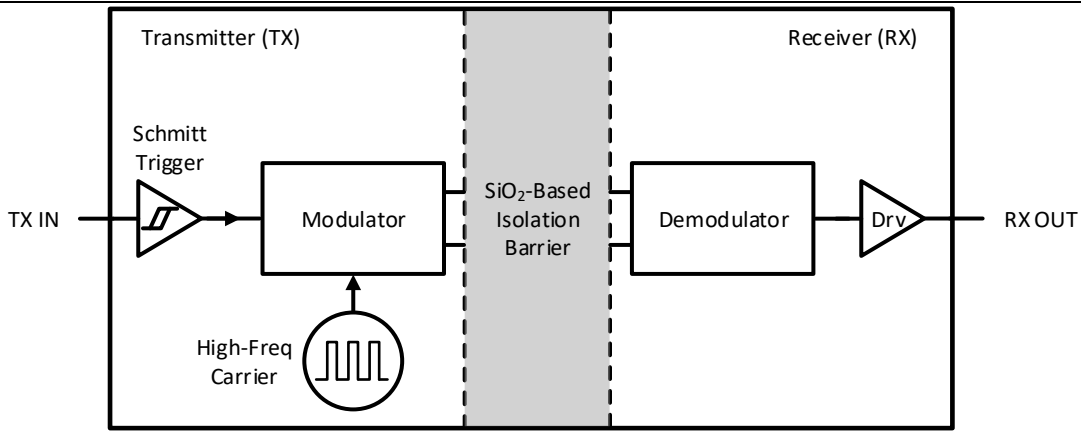
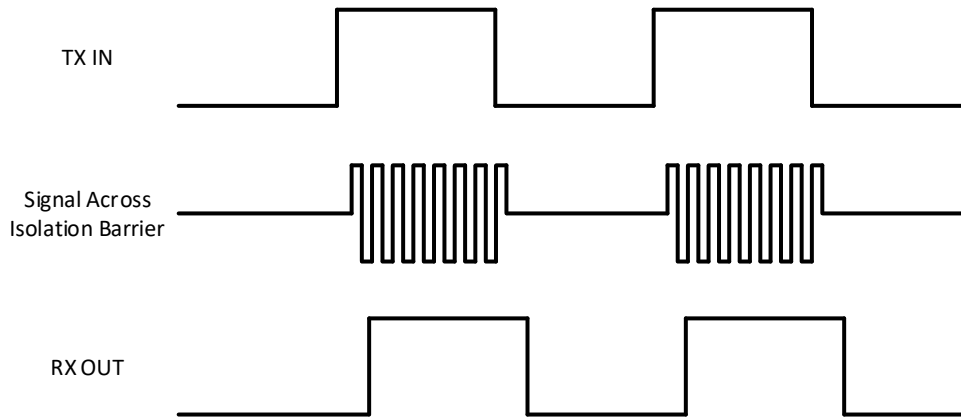

图 9-2 隔离通道的框图
图 9-3 OOK 调制方案的工作波形示意图
CA-IS1200 器件使用简单的开关键控 (OOK) 调制方案在基于二氧化硅的隔离层之间传输信号。该隔离层支持高低压域之间高达 3750 VRMS (CA-IS1200U) 或 5000 VRMS (CA-IS1200G) 的电气隔离。隔离通道的框图如图 9-2 所示。如图 9-3 所示，当数字位流为高电平时，发射机 (TX) 通过高频载波对其进行调制，当数字位流为低电平时则不调制。接收机 (RX) 解调通过隔离层的信号并将其准确地恢复成数字位流。隔离通道采用全差分电容耦合架构，对共模瞬态噪声不敏感，因此可以最大化 CMTI 性能。该结构和相关电路同时提供低辐射和高磁场抗扰度。